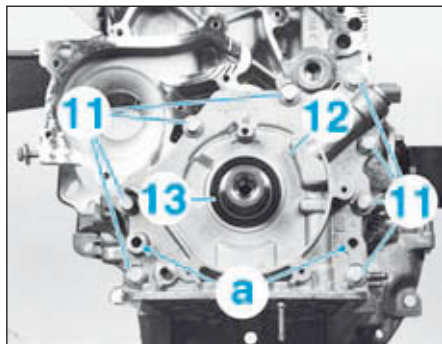

FIG.12
- Déposer les vis (11) (Fig.12).
- Décoller la pompe à huile (12) à l'aide d'un tournevis en (a).
- Déposer la pompe huile et la bague d'étanchéité (13).